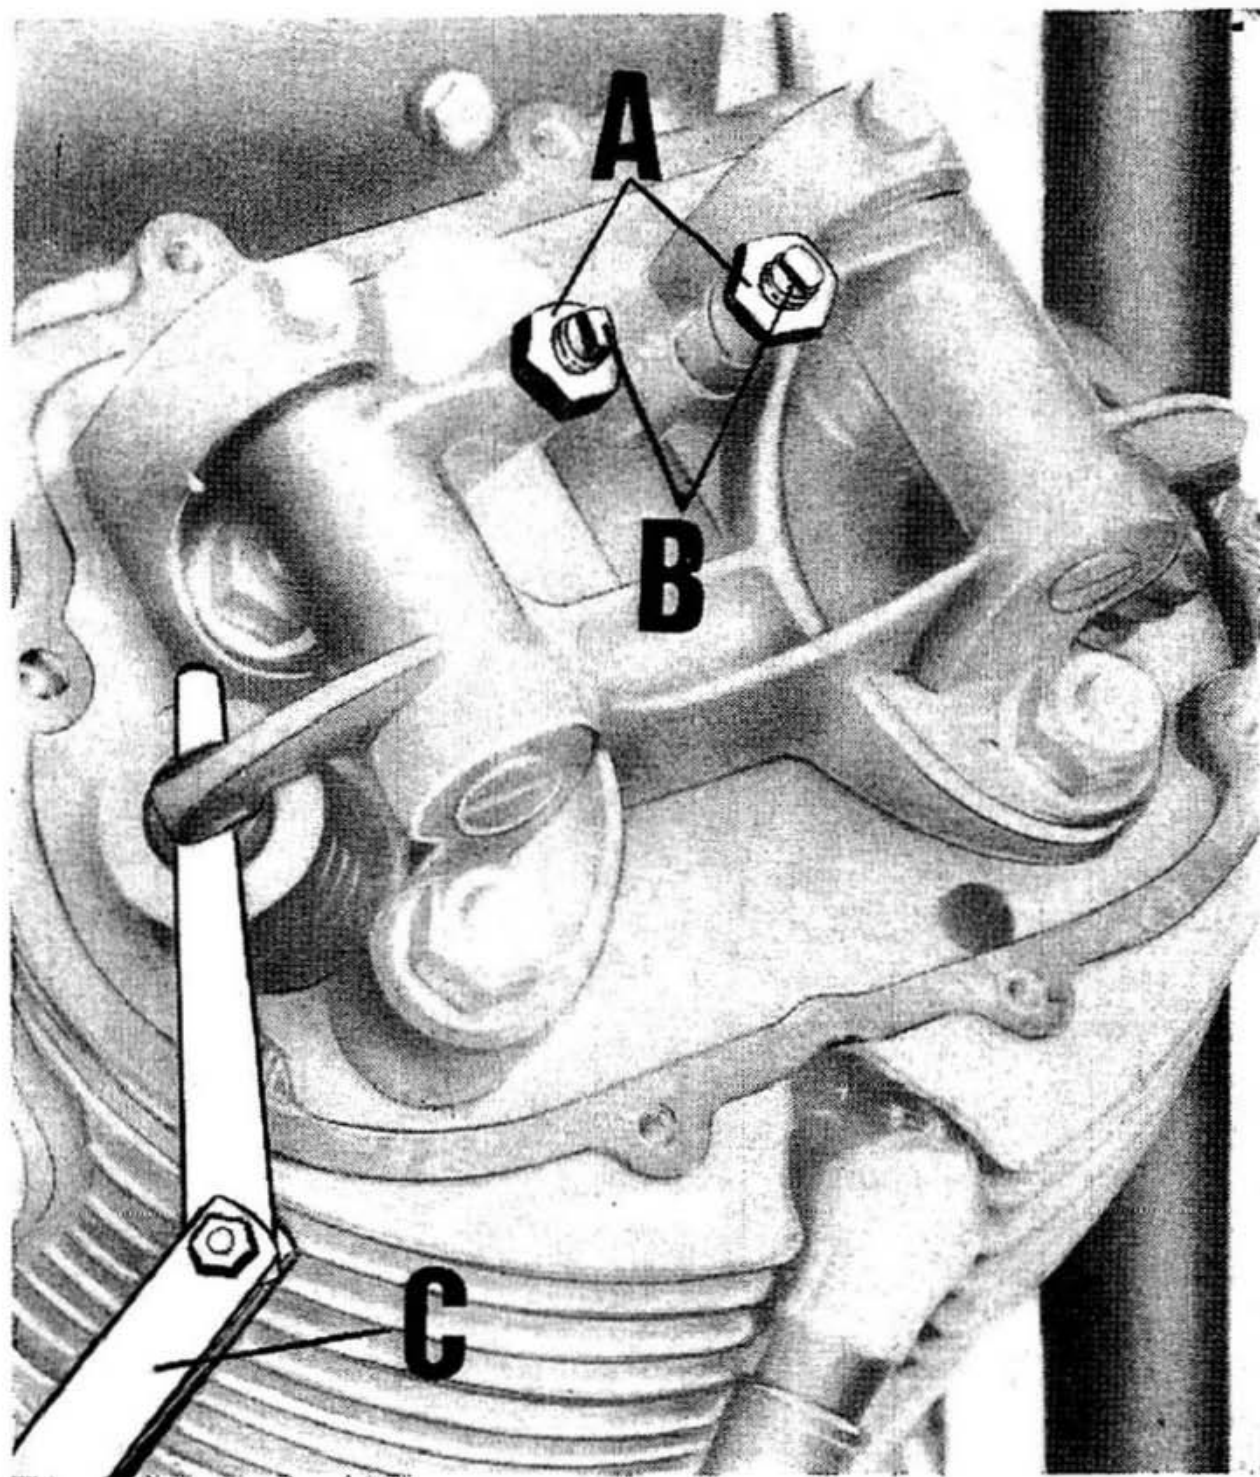

Fig. 17
**Gioco punterie** (vedere fig. 17) Ogni 3000 Km, o qualora la distribuzione risulti molto rumorosa, controllare il giuoco fra valvola e bilancieri.